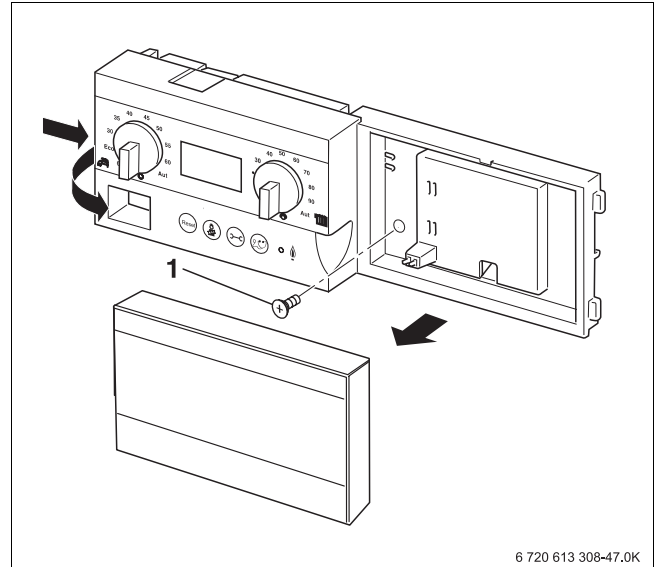

Bild 52 Sicherungsschraube lösen und Basiscontroller Logamatic BC10 herausnehmen
- Sicherungsschraube (1) lösen, Lasche links (→ Bild 52, **Pfeil**) am Basiscontroller Logamatic BC10 eindrücken und Basiscontroller nach vorne abnehmen.
- Jumper (1) auf der Rückseite des Basiscontrollers Logamatic BC10 entfernen. Wird der Heizkessel auf Flüssiggas umgestellt, erst das Gas-Luft-Verhältnis kontrollieren.